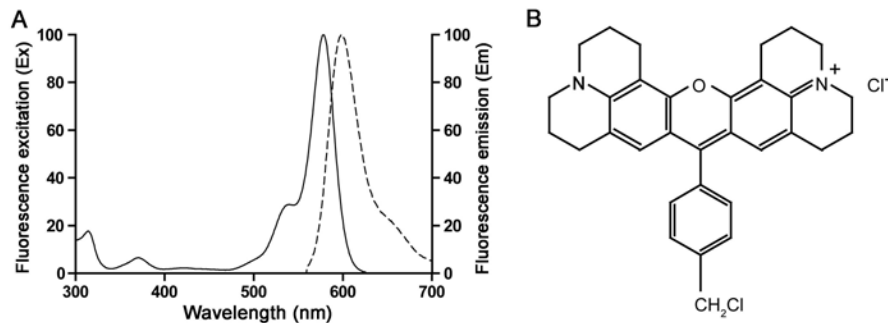

图1. Mito-Tracker Red CMXRos的激发光谱和发射光谱(A)以及结构式(B)。
- Mito-Tracker Red CMXRos分子式为 $C_{32}H_{32}Cl_2N_2O$, 分子量为531.5, CAS number为167095-09-2, Mito-Tracker Red CMXRos呈红色荧光, 最大激发波长为579nm, 最大发射波长为599nm。Mito-Tracker Red CMXRos的激发光谱和发射光谱以及结构式参考图1。